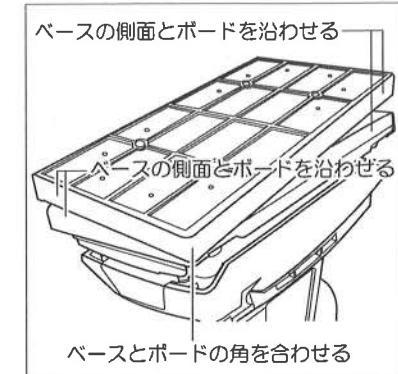

図4
①サンディングペーパー取り付け方法を参考にペーパーを本機に取り付けてください。
②本機を裏返しにしてペーパーパンチボードの角をベースの角に合わせてください。(図4参照)